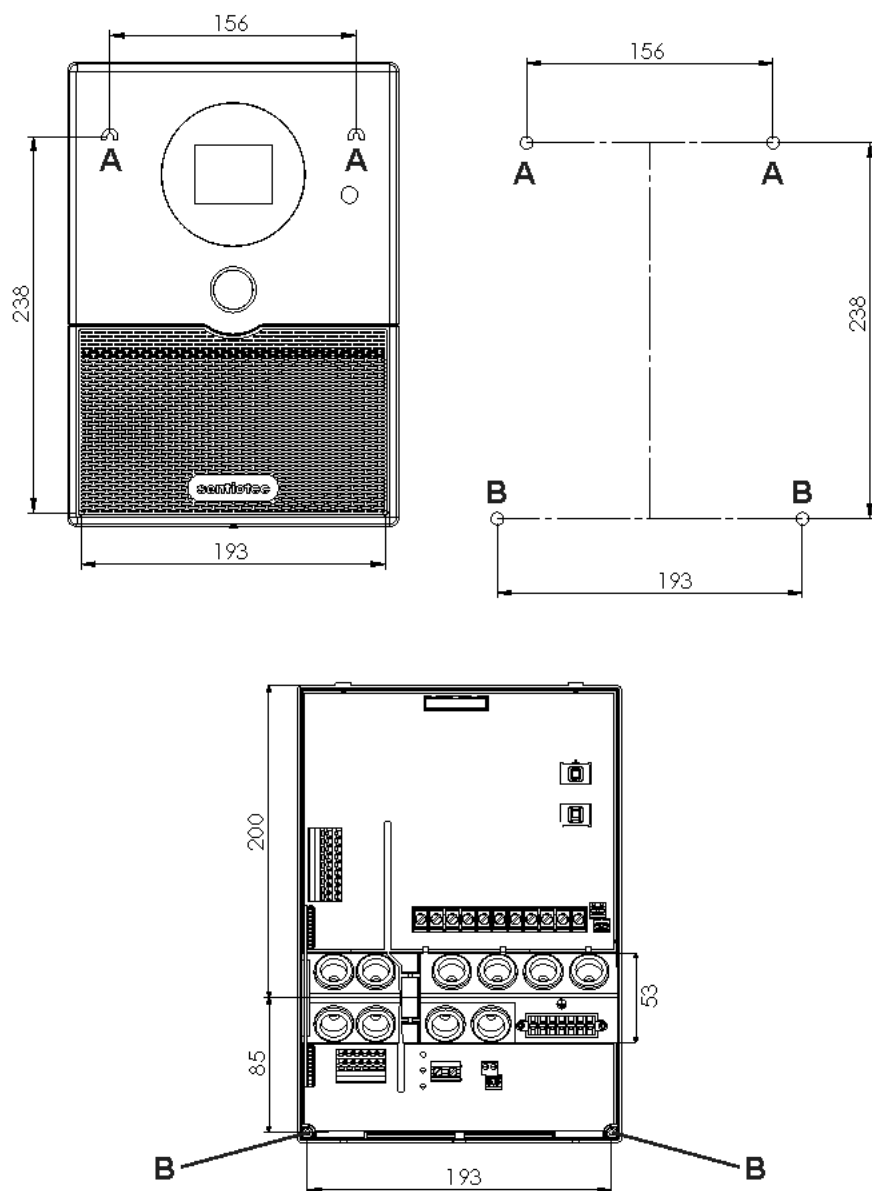

Fig. 1 Position du dispositif de suspension et des ouvertures de montage (mesures en mm)
1. Vissez deux vis pour aggloméré (3 x 25 mm) à une hauteur d'environ 1,70 m jusqu'à obtenir un écartement de 7 mm dans la paroi du sauna. L'espace entre les deux vis doit être de 156 mm (voir **Fig. 1**).
4. Accrochez la commande de sauna à l'aide du dispositif de suspension **A** aux vis cruciformes montées (voir **Fig. 1**).
5. Vissez deux vis pour aggloméré (3 x 25 mm) dans les ouvertures de fixation inférieures **B** (voir **Fig. 1**).